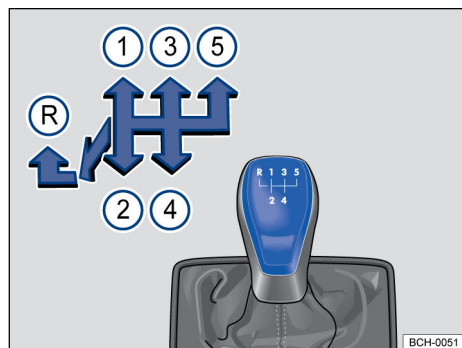

Fig. 92 Esquema de la transmisión manual de 5 marchas.
- Empujar la palanca de cambios totalmente hacia la izquierda y después hacia adelante hasta la posición de la marcha atrás → **fig. 92** **®**.
Las posiciones de cada una de las marcha están representadas en la palanca de cambios → **fig. 92**.